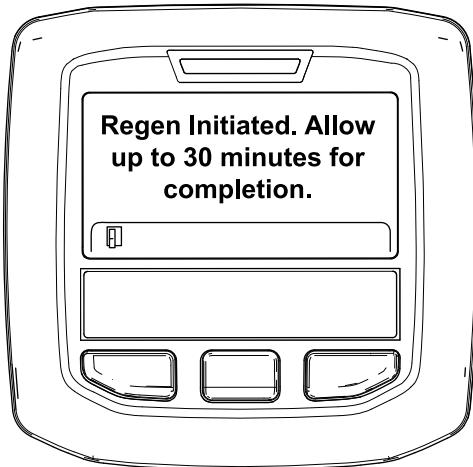

Figura 39
- Se la rigenerazione è consentita, nell'InfoCenter viene visualizzato il messaggio "Rigen. inizializzata. Attendere fino a 30 minuti per il completamento", attendete il completamento del processo di rigenerazione parcheggiata da parte della macchina (Figura 39).